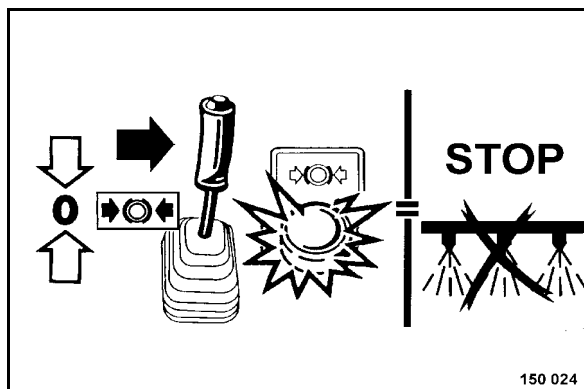

Fig. 83
- Pour arrêter l'arrosage sous pression, positionner à nouveau le levier de commande de la marche sur position "Frein serré" (Fig. 83).